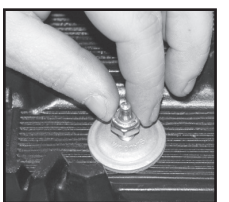

Figure 2
3. Placez le contre-écrou standard fourni dans la trousse ou l'écrou de rechange Big Nut de Woody's® (défini plus bas) sur le crampon et serrez à la main. (figure 2)
2. À l'extérieur de la chenille, placez la plaque de soutien bombée Combo Digger® sur le crampon, la partie concave du dôme creux tournée vers la chenille, et serrez à la main. (figure 2) **** Utilisez uniquement les plaques Combo Grand Digger® lorsque vous installez les crampons Grand Master®. Le dôme creux est spécialement conçu pour accueillir la tête plus grosse du crampon. Lorsque vous installez des crampons Grand Master®, exercez un couple de serrage conformément aux instructions d'installation des crampons Woody's®. ****